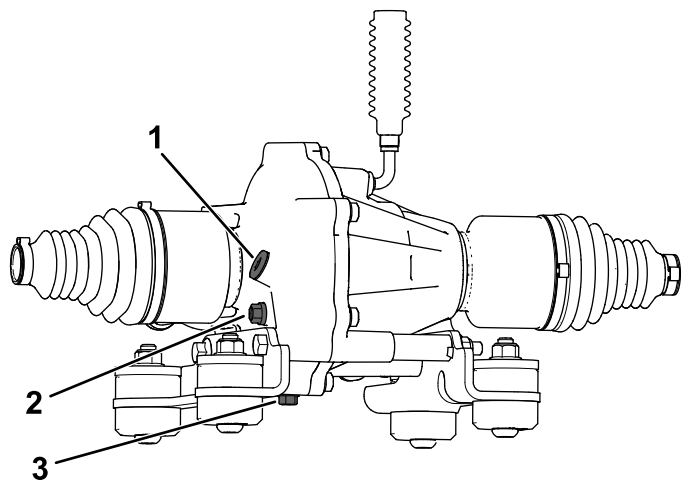

Figure 87
4. Retirez le bouchon de contrôle sur le différentiel avant (Figure 87).
5. Si le niveau d'huile est trop bas, vous devez ajouter l'huile spécifiée par l'ouverture du bouchon de contrôle (Figure 87).
4. Placez un bac de vidange sous le bouchon de vidange (Figure 87).
5. Retirez le bouchon de remplissage (Figure 87).
6. Enlevez le bouchon de vidange pour permettre à toute l'huile de s'écouler (Figure 87).